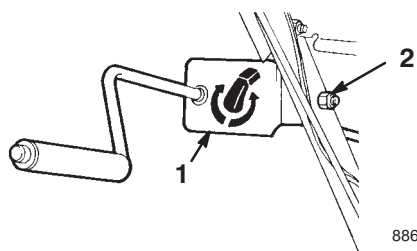

Figure 11
1. Fixez le support et la tige d'orientation de l'éjecteur du côté gauche de l'ensemble mancheron à l'aide du boulon et du contre-écrou, comme illustré dans la Figure 11.
5. Serrez le contre-écrou de fixation du support d'orientation de l'éjecteur (Fig. 11).